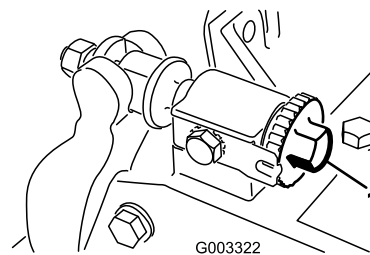

Figura 11
- Coloque a unidade de corte numa superfície de trabalho plana e nivelada. Rode os parafusos de ajuste da barra de apoio no sentido contrário ao dos ponteiros do relógio para assegurar que a barra de apoio não entra em contacto com o cilindro (Figura 11).